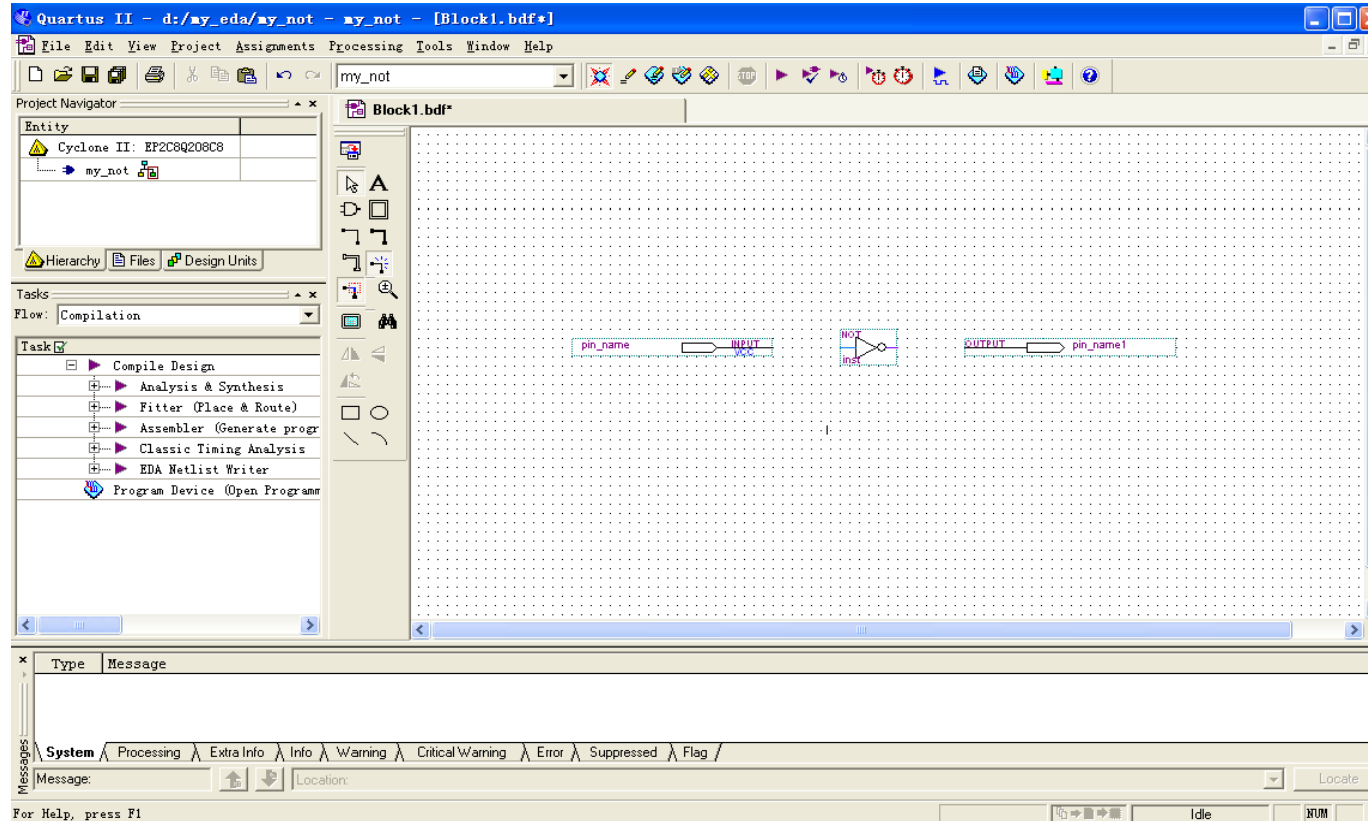

图1.9 放置了所有元件符号的屏幕
- 重复上述三个步骤，给图中放置一个input和一个output符号，如图1.9所示。
- 如果需要连接两个端口，可将鼠标移到其中一个端口，这时鼠标自动变为现状，然后一直按住鼠标左键并将其拖到第二个端口，待连接点上出现蓝色的小方块后再释放鼠标左键，即可看到在两个端口之间有一条线生成，如图1.9所示。